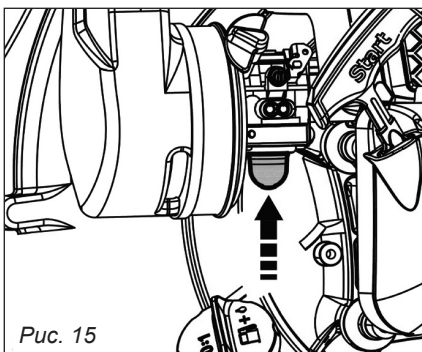

Рис. 15
2. Переведите рычаг воздушной заслонки в положение закрыто (рис. 15).
3. Нажмите на кнопку праймера 7–10 раз, чтобы прокачать топливо в карбюраторе (рис. 15).
2. Крепко держите воздуходушку левой рукой за рукоятку (1), чтобы не потерять контроль во время запуска (рис. 15).